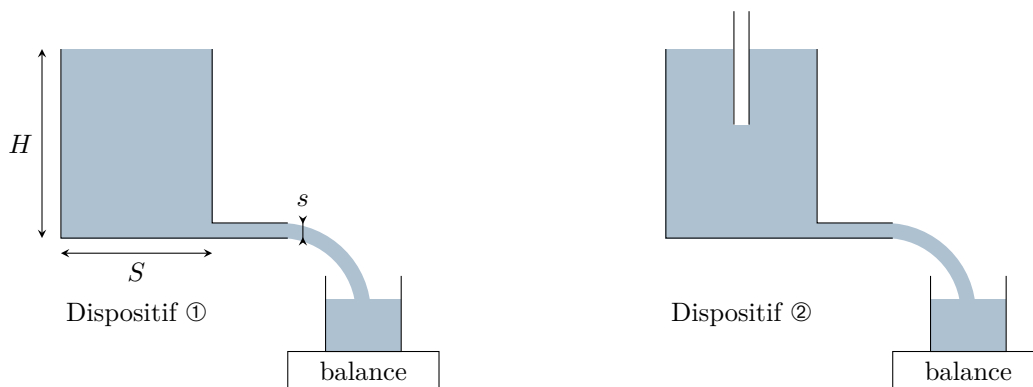

Figure 1 – Vase de Mariotte.
On remplit à ras bord un réservoir de hauteur  $H$  et de section  $S$  (dispositif ① sur la figure 1) avec de l'eau de masse volumique  $\rho$ . L'eau s'écoule dans une conduite de section  $s \ll S$  puis tombe dans un bécber initialement vide placé sur une balance. La pression extérieure  $P_0 = 1$  bar.
On considère maintenant le dispositif ② de la figure 1. Le réservoir est fermé, mais un tuyau permet l'entrée d'air.